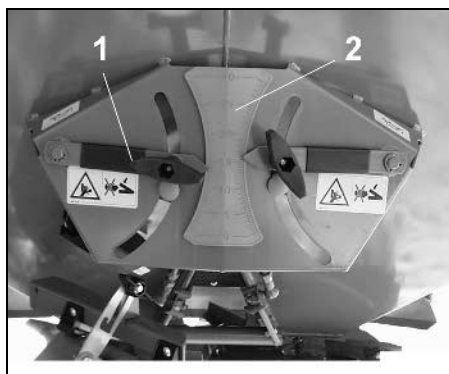

Fig. 48
- Vid **gränsspridning** ställs spjällöppningen med inställningsspaken (Fig. 48/1) på 2 delstreck lägre värde på fältkantssidan (vänstersidan). (Fig. 48/2).